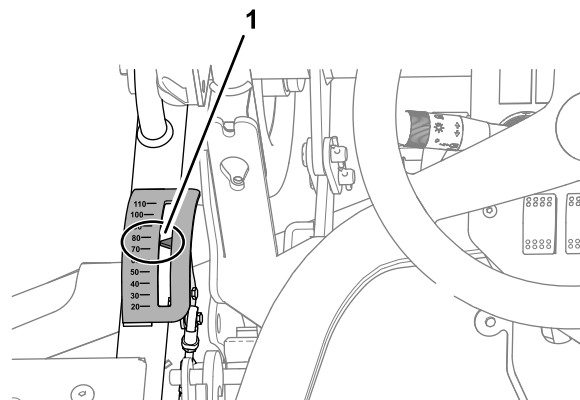
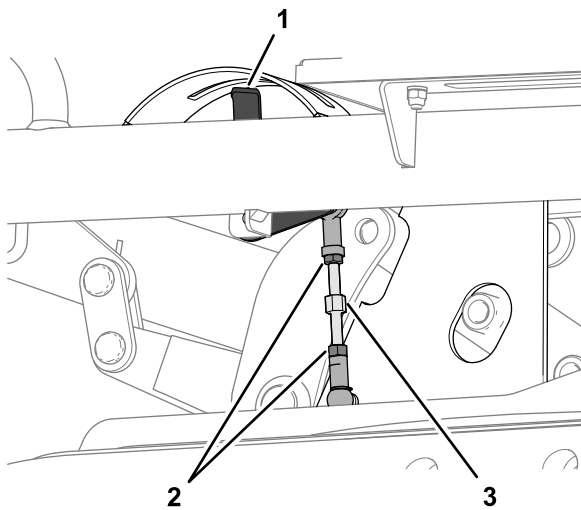

Figura 130
Figura 131
2. Sedetevi sul sedile dell'operatore e controllate il puntatore dell'indicatore dell'altezza di taglio (Figura 130).
- A. Allentate i 2 controdadi che fissano la biella dell'altezza di taglio (Figura 131).
- B. Ruotate la biella sinché il puntatore dell'indicatore dell'altezza di taglio, visualizzato dal sedile dell'operatore, non è allineato sul segno dei 75 mm (Figura 130 e Figura 131).
- C. Serrate i 2 controdadi (Figura 131).